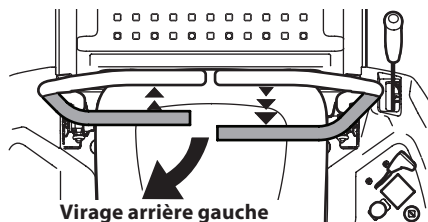

Figure 27
1. Pour tourner à gauche en marche arrière, déplacez le levier de contrôle de gauche vers l'avant du levier de contrôle de droite. Consultez la Figure 27.